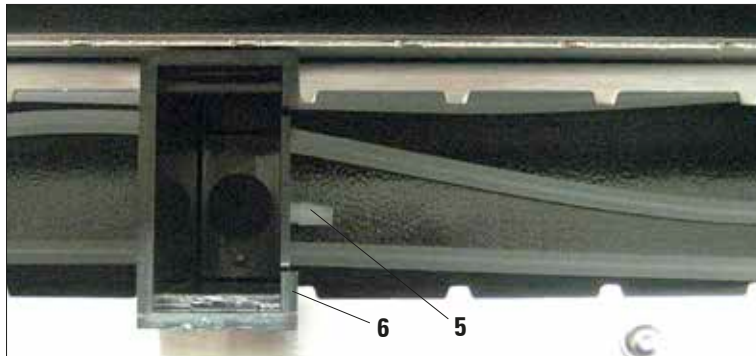

Abb. 23
Den Spülwasserbehälter so einsetzen, dass der Schlauchanschluss (5) zum Entnahmefach hin zeigt (Abb. 23).